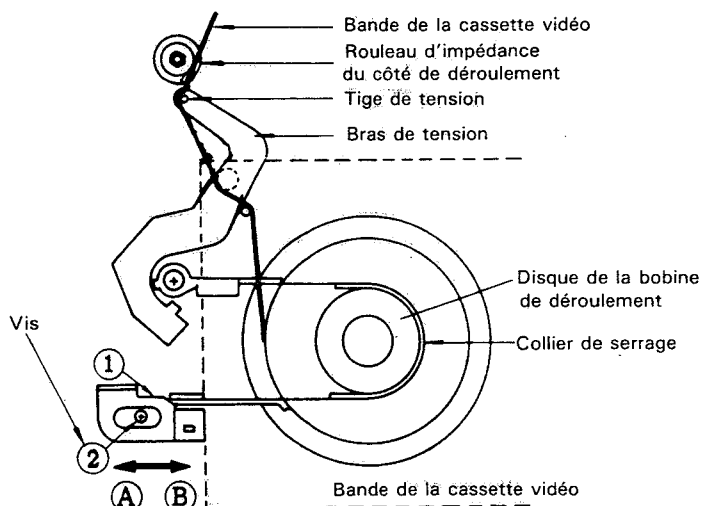

Figure 1-12.
• Réglage de la position (Fig. 1-12.)
1. Si la distance entre la tige de tension et le centre du rouleau d'impédance du côté de déroulement est supérieure à 1,0 mm (la tige étant à droite du rouleau), déplacer le support de contrôle ① du collier de serrage dans la direction indiquée par la flèche → B et serrer la vis ②.
2. Si la distance entre la tige de tension et le centre du rouleau d'impédance du côté de déroulement est inférieure à 0,6 mm (la tige étant à droite du rouleau), déplacer le support de contrôle ① du collier de serrage dans la direction indiquée par la flèche → A et serrer la vis ②.